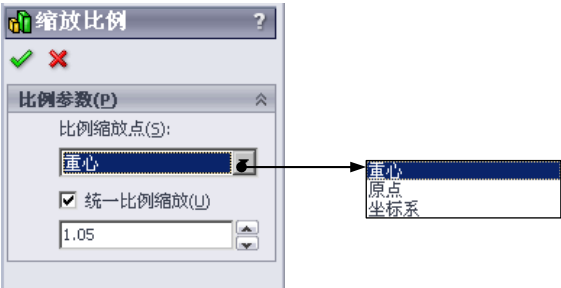

图 10.2.5 “缩放比例”对话框
Step1. 在“模具工具”工具栏中单击按钮，系统弹出“缩放比例”对话框，如图 10.2.5 所示。
Step2. 定义比例参数。在“比例参数(P)”区域的“比例缩放点(S):”下拉列表中选择“重心”选项；选中 ☒ 统一比例缩放(U) 复选框，在其文本框中输入数值 1.05，如图 10.2.5 所示。